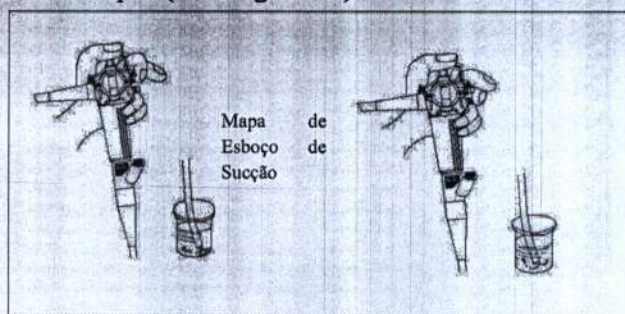

Figura 3.3
Conecte o tubo flexível de aspiração da unidade de sucção e o conector de sucção do conector de guia de luz do endoscópio de vídeo, como se mostra na Figura 3.2. Ligar a fonte de alimentação da unidade de sucção, em seguida, mergulhar a extremidade distal do endoscópio na água, e controlar a aspiração através da válvula de aspiração do endoscópio. (Vide Figura 3.3)
- Δ Ligue a bomba de ar, opere a válvula de ar / água para controlar a abastecimento de ar / água, e certifique-se de que a função está normal. (Vide Figura 3.3)